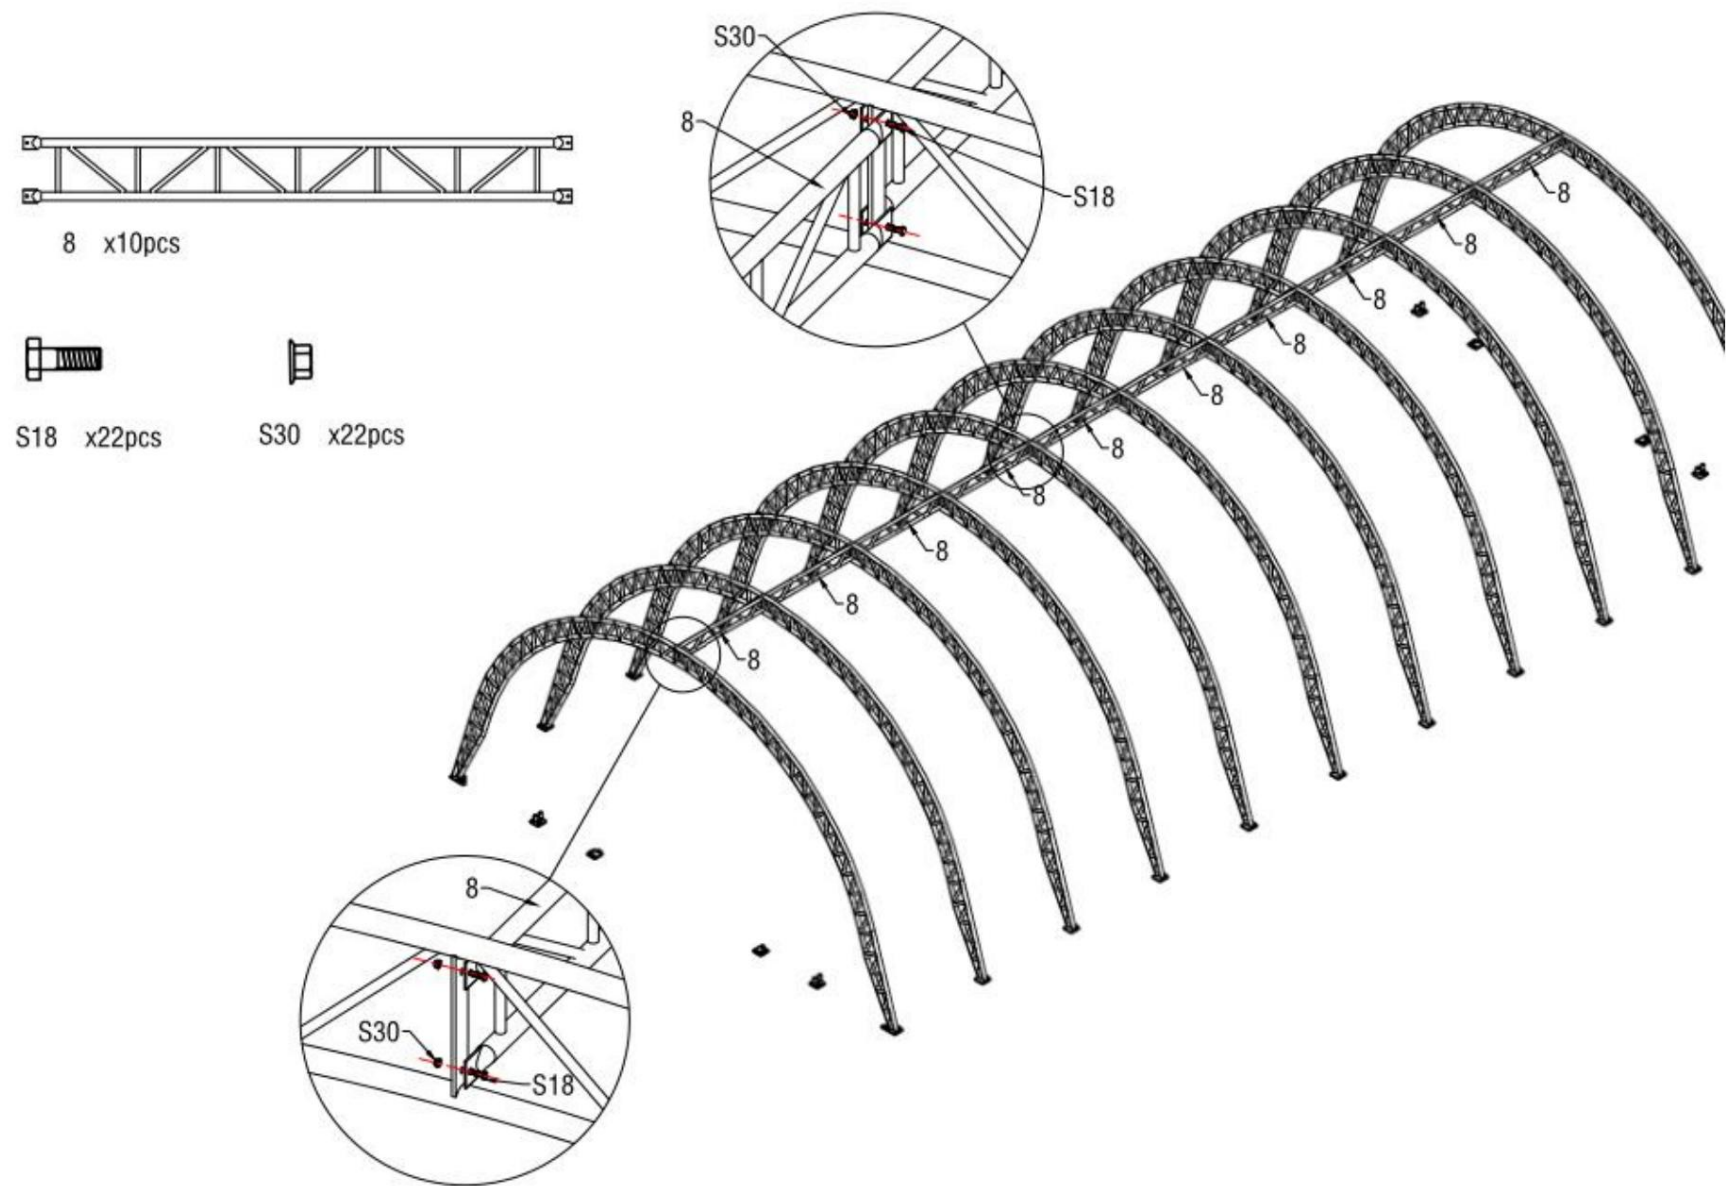
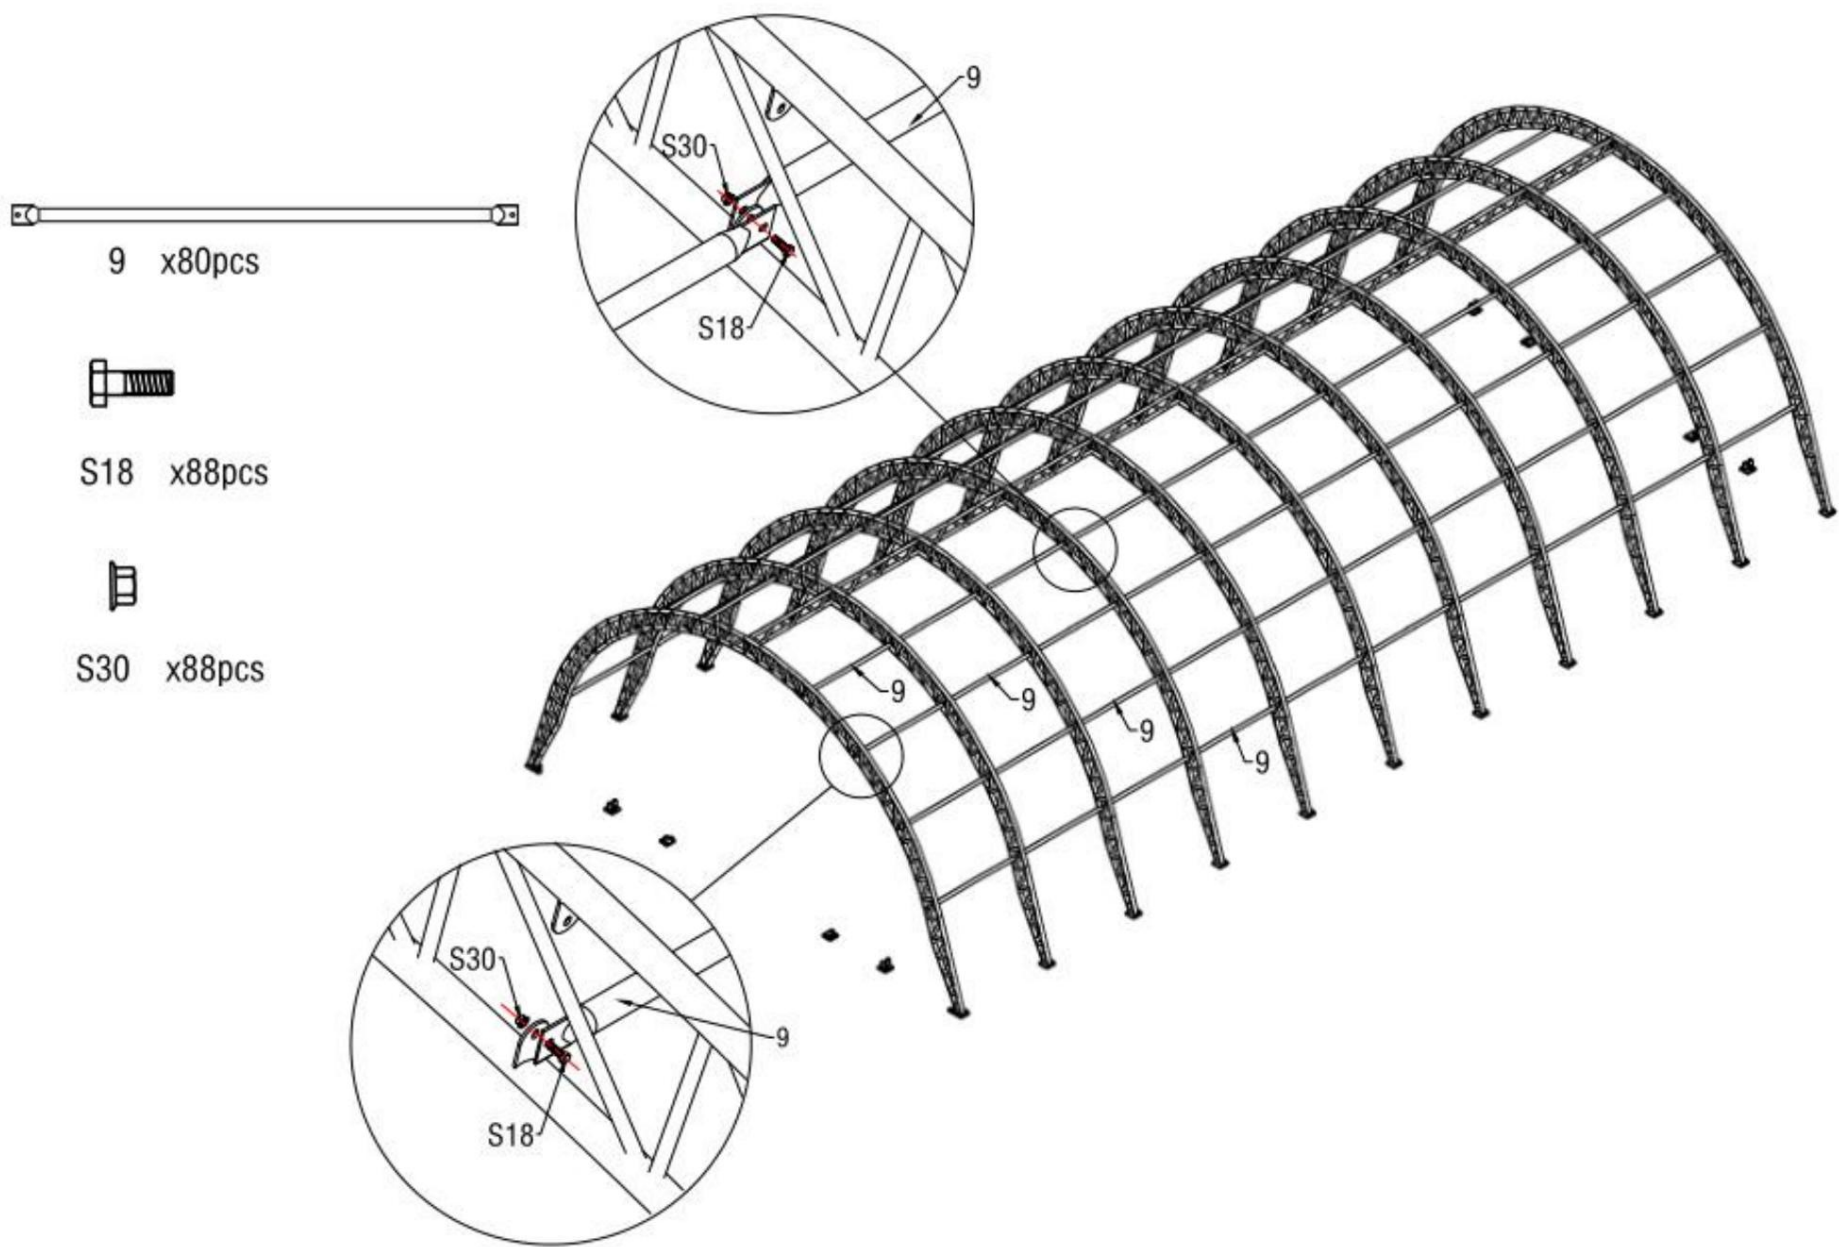

Figure 7
Figure 8
4. La figure 7 ci-dessus illustre l'installation des arches dans les platines. Fixez-les à l'aide de pannes à double treillis (n° 8) à l'aide de vis M10x30 (n° S18). Fixez ensuite les arches à l'aide de pannes (n° 9) à l'aide de vis M10x30 (n° 18). Fixez ensuite les autres pannes. Le cadre tendu est terminé comme illustré ci-dessous (figure 8).